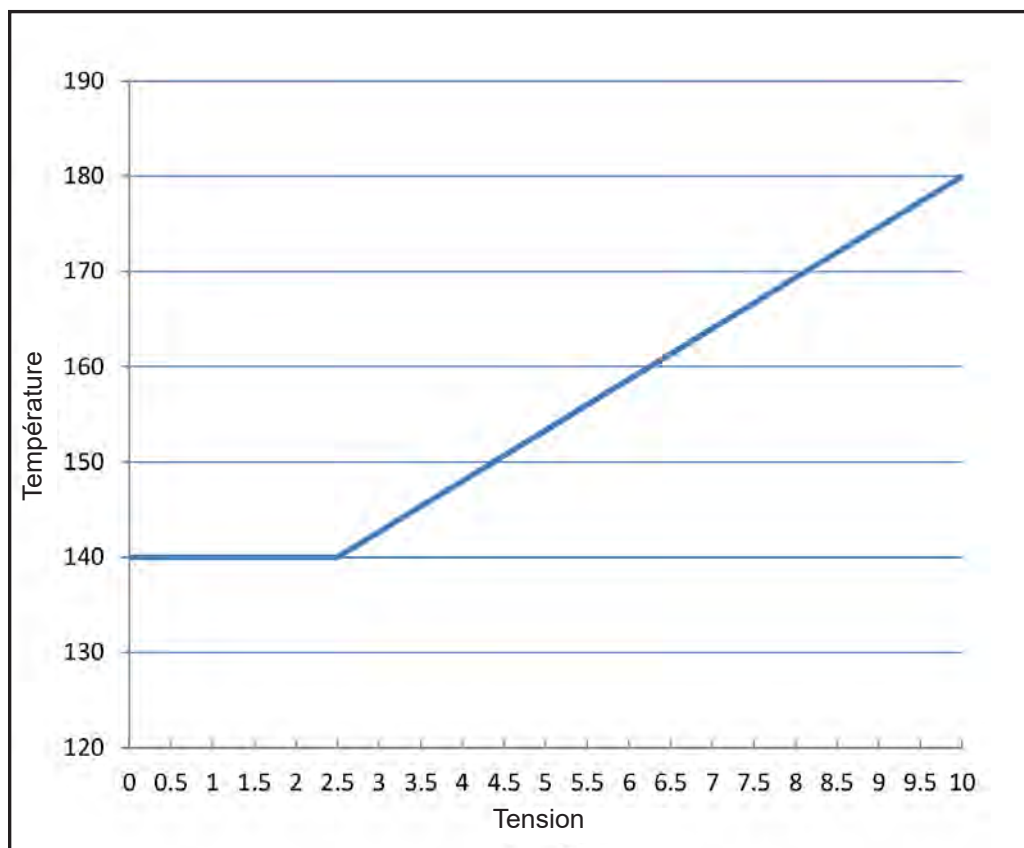

Figure 42. Exemple de point de consigne externe
- L'utilisation des valeurs par défaut du Point de consigne max. (82 °C/180 °F), Point de consigne min. (60 °C/140 °F), Demande min. (2,5 V CC), Demande max. (10,0 V CC), l'appareil produit la courbe de point de consigne illustrée dans la **Figure 42**.